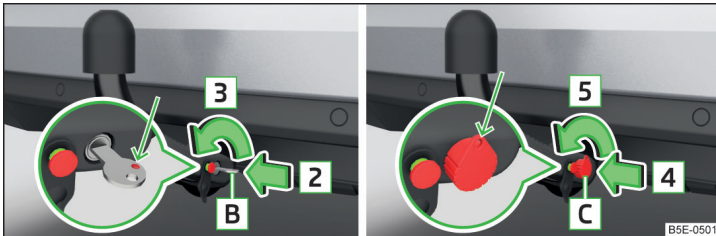

Abb. 309 Schloss entriegeln: Schlüsselvariante 1 / Schlüsselvariante 2
› Den Schlüssel **B** in Pfeilrichtung **3** drehen, sodass dessen rote Markierung nach oben zeigt » Abb. 309.
- › Den Schlüssel **C** in Pfeilrichtung **5** drehen, sodass die Schlüsselöse nach oben zeigt » Abb. 309.